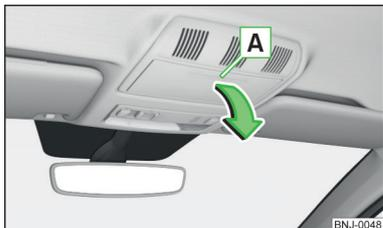

Fig. 82
- Appuyez sur le couvercle du compartiment à lunettes au niveau de la zone **A** » fig. 82.
- Faites pivoter le compartiment dans le sens inverse de la flèche » fig. 82 jusqu'à ce qu'il s'enclenche de façon audible.